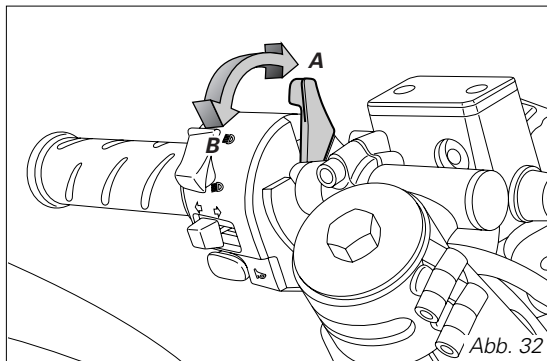

Abb. 32
2) Den Starterhebel in die Position (B) (Abb. 32) bringen.